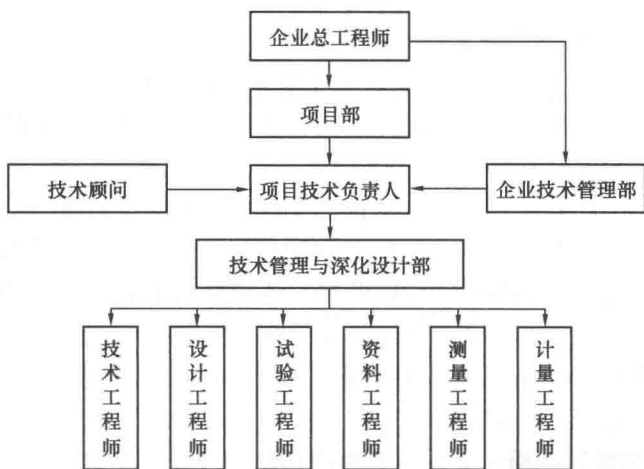

图 1-1 技术管理体系组织机构
(2) 项目部设技术管理部门, 接受项目技术负责人领导, 并根据工程管理的特点配备相应的技术部经理及相关专业技术管理人员。项目技术管理部门相关专业技术管理人员包括技术工程师(各专业)、测量工程师、试验工程师、资料工程师、设计工程师、计量工程师等。
(3) 项目部根据工程特点、规模、专业内容、施工图纸、工期安排等情况, 由技术管理机构实施动态调整, 分阶段配置。
(4) 技术管理体系组织机构见图 1-1。